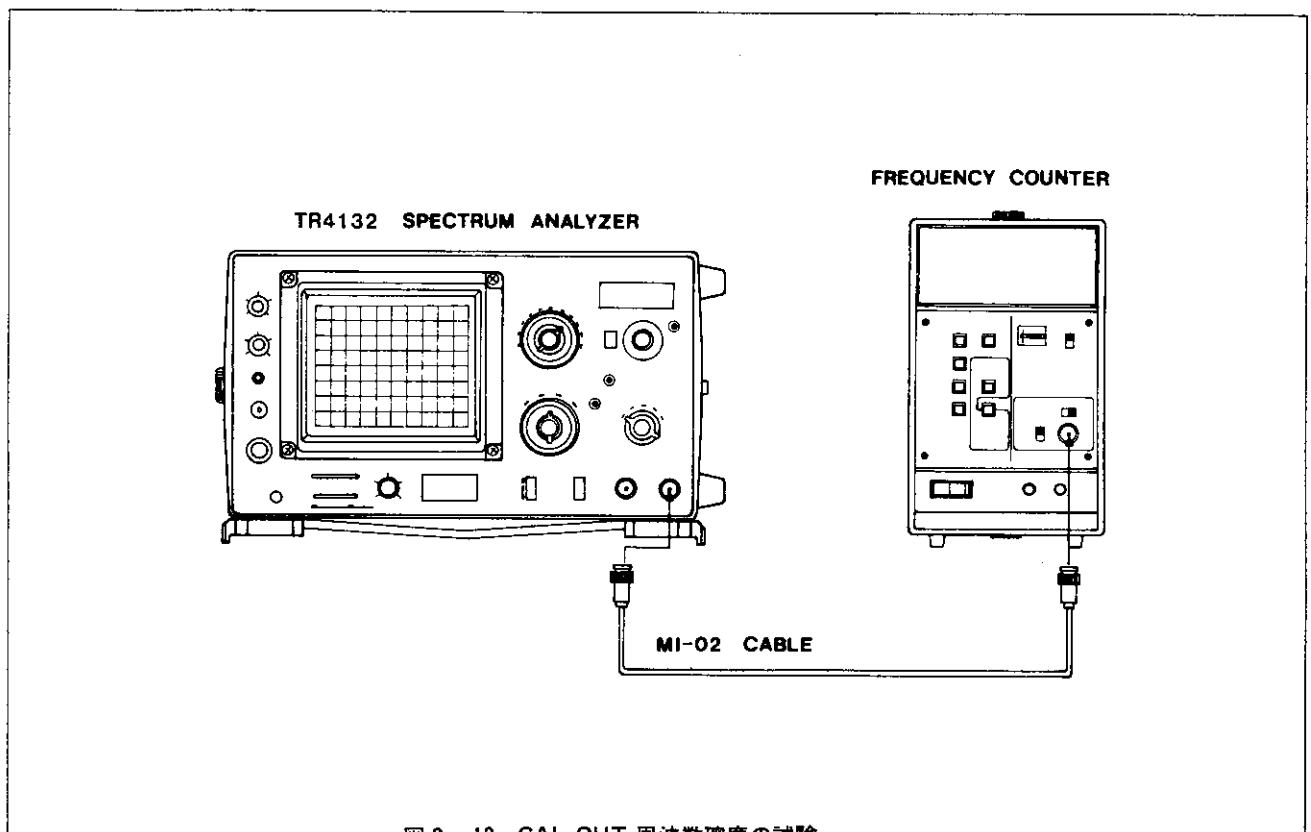

図3-12 CAL. OUT. 周波数確度の試験
1. 本器の **CAL. OUT.** を周波数カウンタの入力に接続して下さい。〔図3-12〕